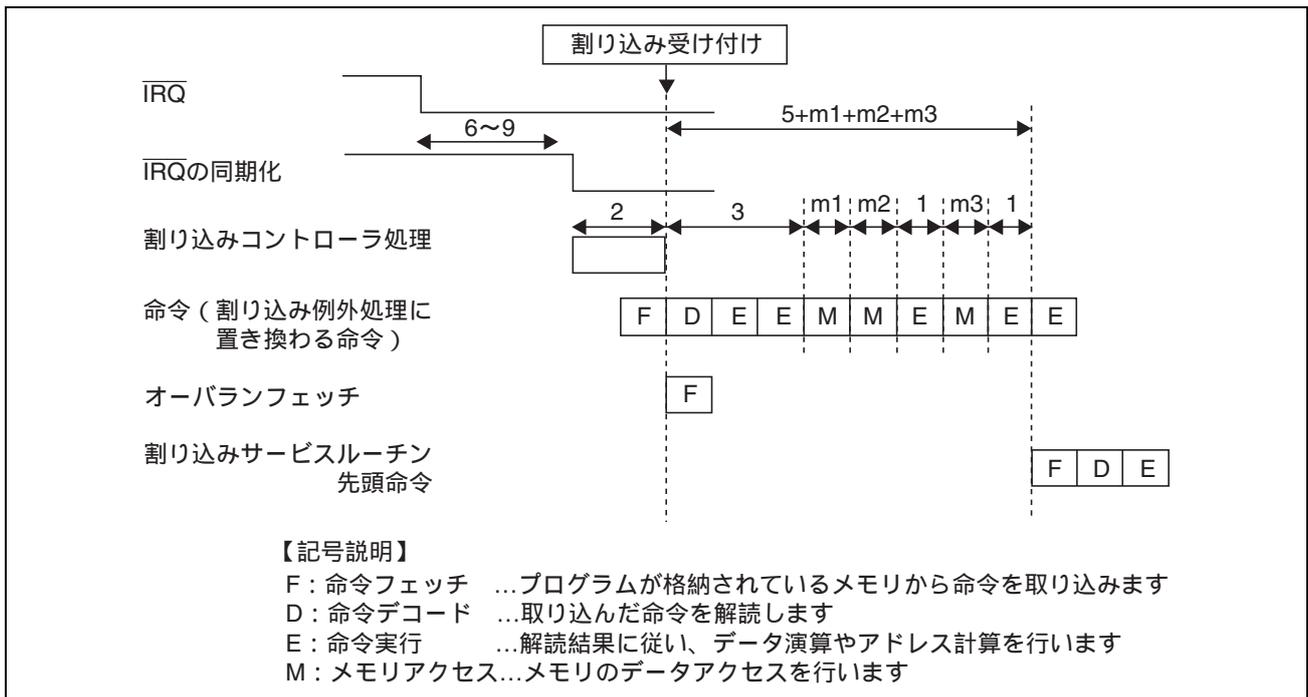

図 7.4 IRQ 割り込みを受け付けるときのパイプライン動作例
- (1) 割り込みコントローラに対して、各割り込み要求元から割り込み要求信号が送られます。
- (2) 割り込みコントローラでは、送られた割り込み要求の中から、割り込み優先レベル設定レジスタ A~L (IPRA~IPRL) に従って最も優先順位の高い割り込みが選択され、それより優先順位の低い割り込みは無視*されます。このとき、同一優先順位に設定された割り込み、または同一モジュール内の割り込みが複数発生した場合は、表 7.3 に示す「デフォルト優先順位」と「IPR 設定単位内の優先順位」に従って、最も優先順位の高い割り込みが選択されます。
- (3) 割り込みコントローラで選択された割り込みの優先レベルと CPU のステータスレジスタ (SR) の割り込みマスクビット (I3~I0) とが比較されます。I3~I0 ビットに設定されているレベルと同じか低い優先レベルの割り込みは無視されます。I3~I0 ビットのレベルより高い優先レベルの割り込みだけが受け付けられ、CPU へ割り込み要求信号が送られます。
- (4) 割り込みコントローラが割り込みを受け付けると、 $\overline{\text{IRQOUT}}$ 端子からローレベルが出力されます。
- (5) 割り込みコントローラから送られた割り込み要求は、CPU が実行しようとしている命令のデコード時に検出され、その命令の実行が割り込み例外処理に置き換えられます (図 7.4 参照)。
- (6) SR とプログラムカウンタ (PC) がスタックに退避されます。
- (7) SR の I3~I0 ビットに、受け付けられた割り込みの優先レベルが書き込まれます。
- (8) 受け付けられた割り込みがレベルセンスまたは内蔵周辺モジュールからの割り込みだった場合、 $\overline{\text{IRQOUT}}$ 端子からハイレベルが出力されます。なお、受け付けた割り込みがエッジセンスだった場合は、(5) で CPU が実行しようとしていた命令を割り込み例外処理に置き換えた時点で $\overline{\text{IRQOUT}}$ 端子からハイレベルが出力されます。ただし、割り込みコントローラが受け付け中の割り込みよりレベルの高い他の割り込みを受け付けているときは、 $\overline{\text{IRQOUT}}$ 端子はローレベルのままです。
- (9) 受け付けられた割り込みに対応する例外処理ベクタテーブルから、例外サービスルーチン開始アドレスが取り出され、そのアドレスにジャンプして、プログラムの実行が開始されます。このときのジャンプは遅延分岐ではありません。
割り込み要求が発生してから、割り込み例外処理が行われ、例外サービスルーチンの先頭命令のフェッチが開始されるまでの時間 (割り込み応答時間) を表 7.5 に示します。また、IRQ 割り込みを受け付けるときのパイプライン動作例を図 7.4 に示します。